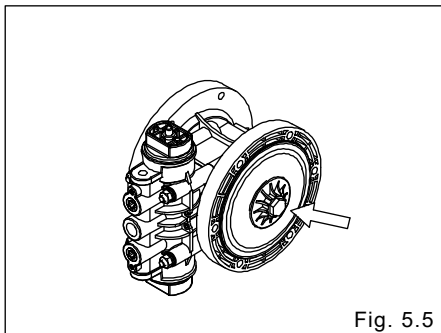

Fig. 5.5
- Retire el disco central de un lado utilizando la herramienta accesoria (herramienta especial: Pieza N° 771244). [Fig. 5.5]